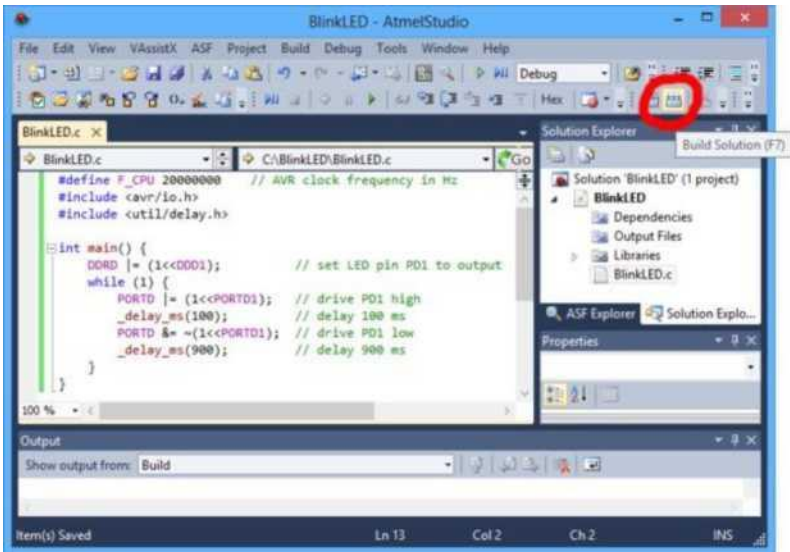

Рисунок 2.3 - Побудова проекту
4. На панелі інструментів клікніть кнопку **Build Solution** (або натисніть **F7**), щоб скомпілювати код (рис.2.3).